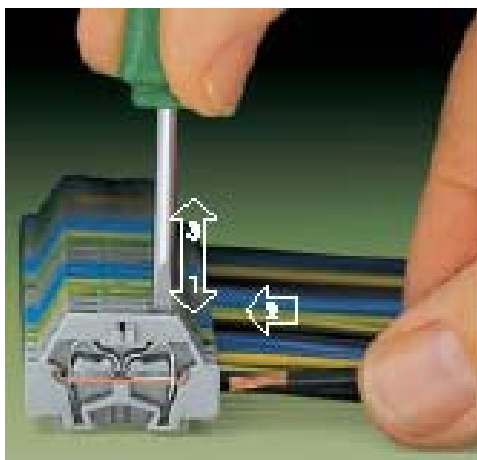

Рисунок 4.4 Подключение проводников. Цифрами обозначена последовательность действий
- Подключить к клеммам 8 (рис. 2.2) провода трёхфазных кабелей, как показано на рис. 4.4. Провода подключать в соответствии со схемой